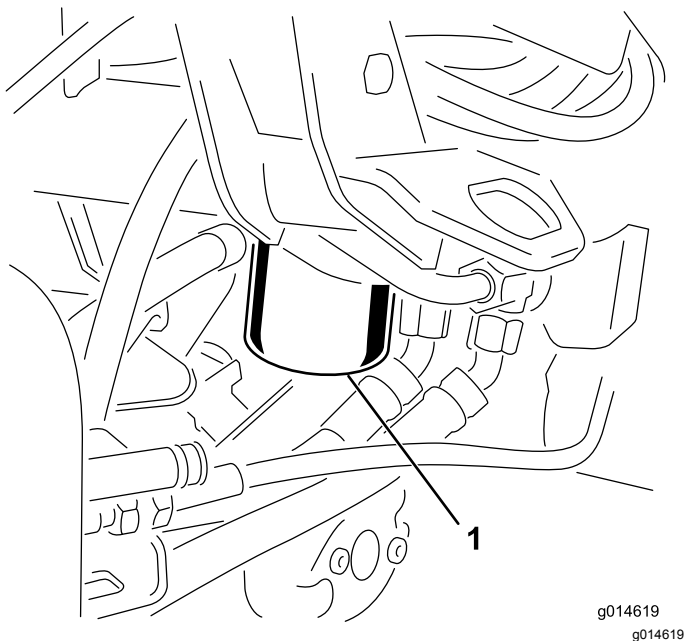

Figura 38
1. Pulite la superficie circostante il filtro (Figura 38). Collocate una bacinella di spurgo sotto il filtro e togliete il filtro.